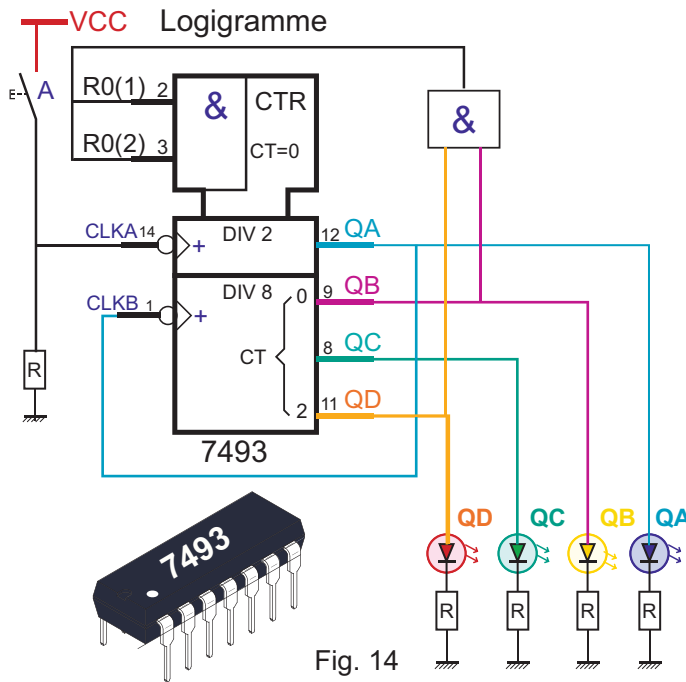

Fig. 14
□ Câbler le logigramme de la figure 14 sur un simulateur ou une maquette.